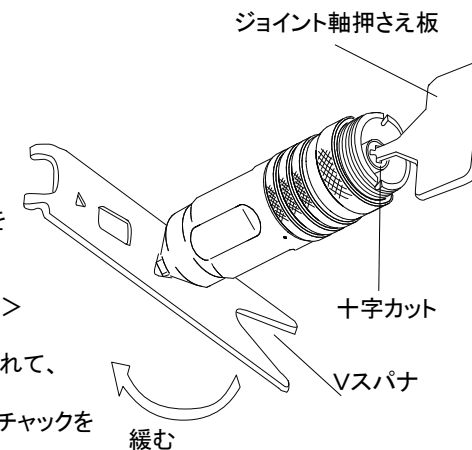

図3
- 2) テストバーを挿入し、Vスパナの三角穴にコレットチャックを合わせます。図3の矢印方向(”緩む”の方向)にVスパナを回してコレットチャックを取外します。
ヘッドをモーターから取外し図3の通り、ジョイント軸押さえ板を、十字カット部に入れて、回転軸を固定させます。